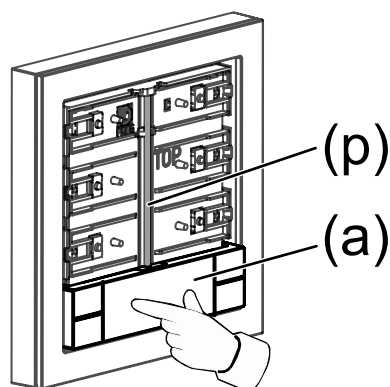

Figura 7: Presionar el centro del interruptor basculante de mando
- Enclavar el interruptor basculante de mando (a) en el eje (p) presionando el centro del interruptor basculante de mando (a) (campo de rotulación) (véase figura 7).
El interruptor basculante de mando (a) se enclava en el eje (p) (véase figura 7).